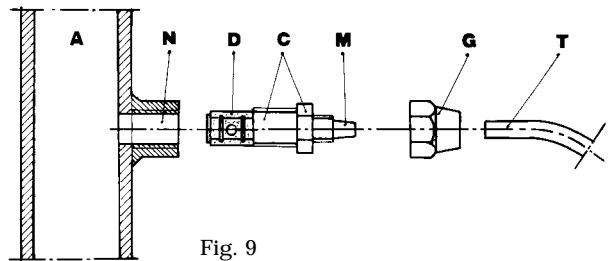

Fig. 9
- g. - Instalar na tubulação do sistema a ser tratado, no ponto mais adequado para injeção do produto a ser dosado, uma luva 3/8" gás fêmea. Tal luva não é inclusa no nosso fornecimento. Instalar a válvula de injeção na luva, utilizando como vedação fita de Teflon (Fig. 9). Conectar a mangueira no espigão cônico da válvula de injeção e travá-la com a respectiva porca-trava G. A válvula de injeção é também válvula anti-retorno.
### 3.1 - ESQUEMA DE MONTAGEM DA VÁLVULA DE INJEÇÃO (Fig. 9)